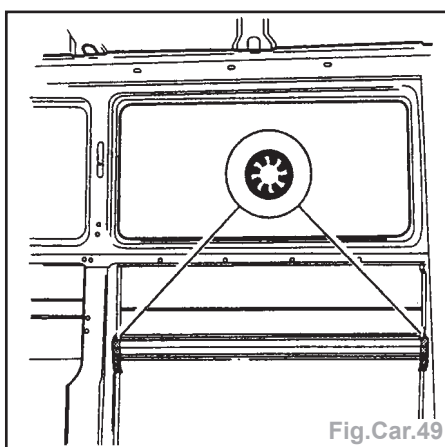

Fig.Car.49
- le renfort par bouchonnage sous gaz de protection (Fig.Car.49).